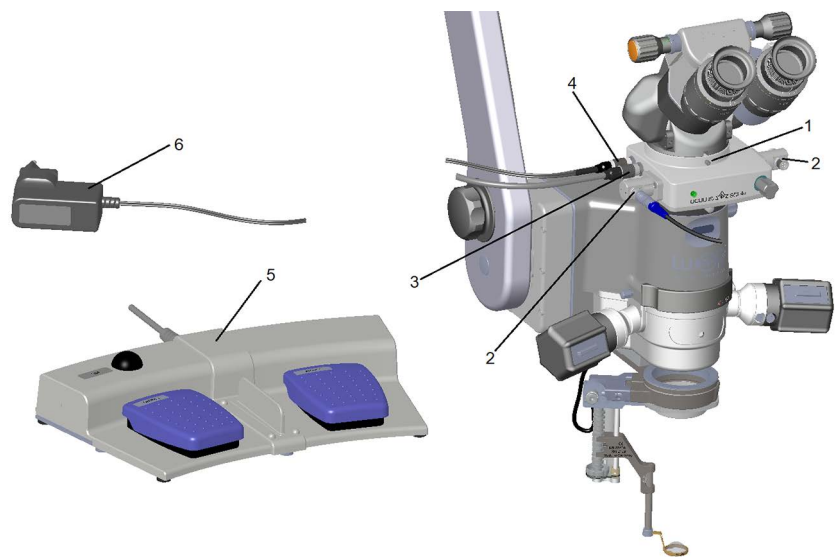

Fig. 4-2: Exemple : SDI® 4c sur un microscope
Serrez également soigneusement la tige filetée du SDI® 4 (→ Fig. 4-2 (page 21), n° 2) à l'aide du tournevis hexagonal fourni, puis vérifiez qu'elle est bien en place.
- Après avoir inséré les connecteurs dans les prises de raccordement (→ Fig. 4-2 (page 21), n° 3 et 4), fixez les connecteurs en tournant le raccord vissé (vis moletée).